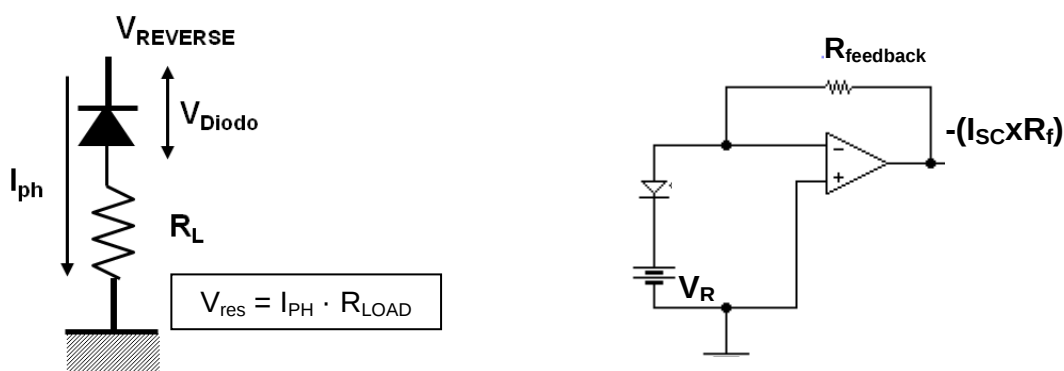

Figura 13. Izquierda: receptor elemental o de Alta Impedancia.
- **High Impedance Receiver.** La figura 13-izquierda corresponde al fotoreceptor elemental que ya se ha trabajado anteriormente: una resistencia en serie con un fotodiodo polarizado en inverso. La caída de tensión en la resistencia de carga es $V_{out}=I_L \times R_L$. La fotocorriente suele ser del orden de los microamperios, por lo que para tener un nivel de tensión apreciable se debe disponer de una resistencia elevada. Éste es el gran inconveniente de esta configuración, valores elevados de resistencia i) reducen el ancho de banda del circuito y ii) puede producirse una **saturación** o recorte de la señal cuando la caída de tensión en la resistencia debido a la fotocorriente supera la tensión de polarización del circuito: $V_{res} = I_{PH} \cdot R_{LOAD}$
- **Amplificador de transimpedancia.** La figura 13-derecha representa un amplificador de transimpedancia. La resistencia de carga es la resistencia de realimentación de un amplificador inversor. La tensión de salida es proporcional a la corriente fotogenerada: $V_{out}=I_L \times R_{feedback}$. El conjunto tiene una capacidad efectiva menor que permite trabajar a mayores frecuencias.
- Para simplificar el montaje de la figura 13-derecha, **no polarizar el fotodiodo, conectarlo directamente a las entradas “+” y “-” del operacional**.